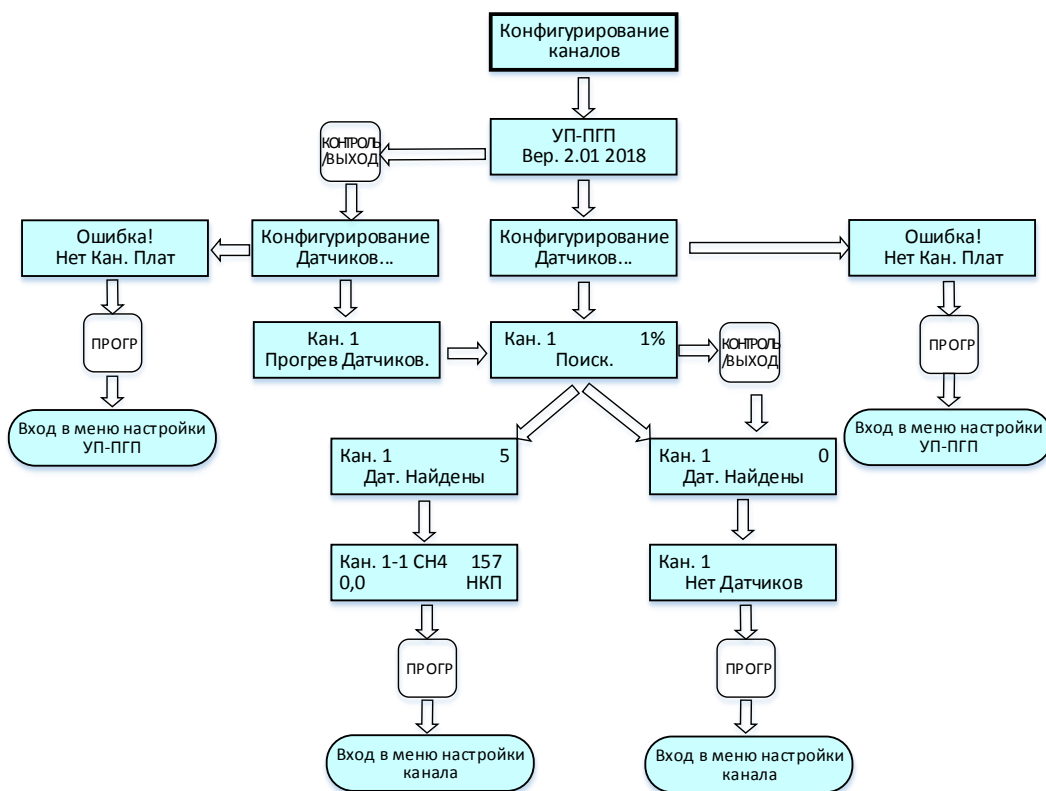

Рисунок 5 – Циклограмма выводимых сообщений на дисплей при тестировании УП.
2.4.1 Вход в режим производится автоматически после каждого включения питания с выполнением процедуры инициализации УП, в ходе которой контроллеры платы ЦП и канальных плат считывают настройки системы из своей энергонезависимой памяти. В соответствии с данными, считанными из энергонезависимой памяти, контроллер платы ЦП выводит на дисплей сообщение «Конфигурирование каналов» и определяет наличие канальных плат (рис. 5).